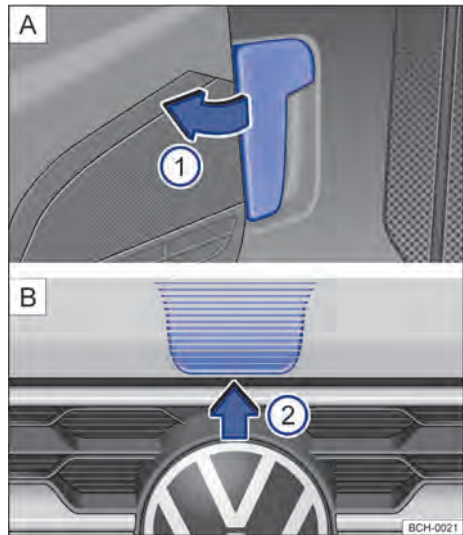

Fig. 160 [A] Palanca de desbloqueo del capó delantero en la zona reposapiés del conductor. [B] Palanca de desbloqueo en la parte interior del capó delantero.
- Antes de abrir el capó delantero, asegurarse de que los brazos de los limpiaparabrisas estén apoyados en los parabrisas → ①.
- Abrir la puerta del conductor y tirar de la palanca de desbloqueo en la dirección de la flecha → fig. 160 [A] ①. El capó delantero salta hacia fuera del bloqueo del cierre por la presión del muelle → pág. 203.
- Levantar un poco el capó delantero y, al mismo tiempo, presionar la palanca de desbloqueo en el sentido de la flecha → fig. 160 [B] ②, que se encuentra en la parte interna del capó, para abrir completamente el capó delantero.